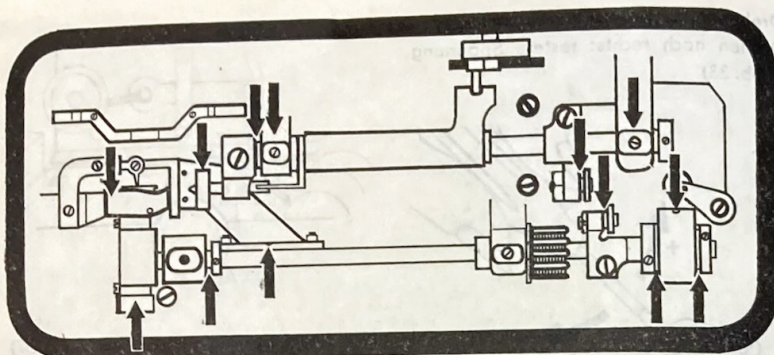

Abb. 36
23. Pflege der Maschine (Abb. 36 + 37)
Vor Inbetriebnahme ist die Maschine gemäß Abb. 36 und 37 an den mit Pfeilen gekennzeichneten Stellen zu ölen.